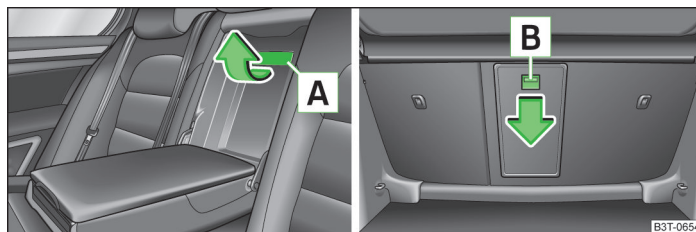

Fig. 79 Asientos traseros: tirador de la tapa / maletero: tecla de desbloqueo
- Tirar del tirador **A** hasta el tope en el sentido de la flecha hacia arriba y abatir la tapa hacia abajo » fig. 79.
- Empujar la tecla de desbloqueo **B** » fig. 79 en el sentido de la flecha y abatir la tapa con el apoyabrazos hacia delante.
Fijarse en que el apoyabrazos esté siempre enclavado después de cerrar. Se puede reconocer, porque ya no se verá la zona roja encima de la tecla de desbloqueo **B** » fig. 79 desde el maletero.